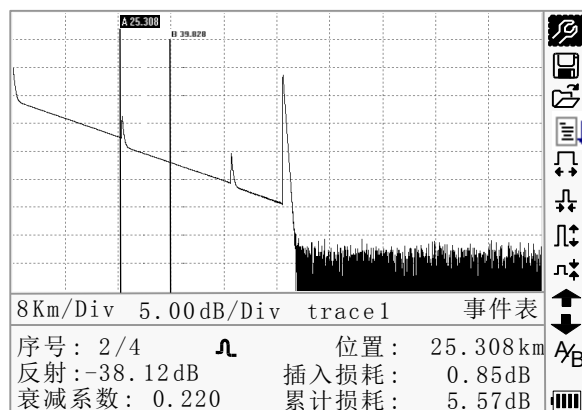
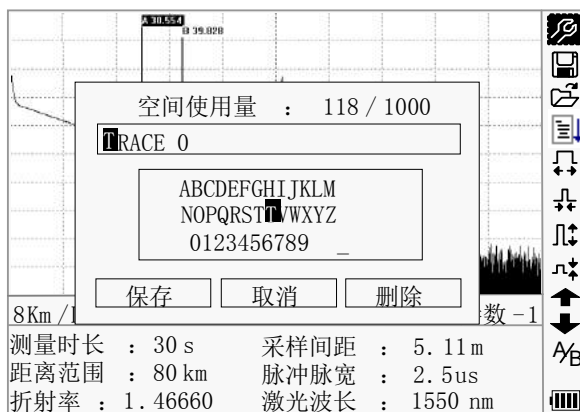
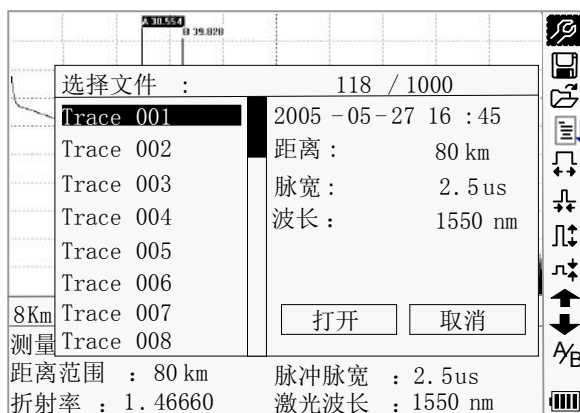

图 4-4. palmOTDR 测量轨迹
图 4-5. 保存轨迹
图 4-6. 查阅已存轨迹
测量进行过程中，测量的中间结果显示在屏幕上，迹线每隔一段时间刷新一次，为用户演示整个测量过程。但等测量时间结束后的轨迹为最终轨迹。如图 4-4. 所示。
在图 4-4.界面下，按[F4]键，信息窗的内容：按照测量参数信息→分析参数信息→事件列表信息→A/B 标尺信息→光纤链→测量参数信息循环显示。
在图 4-4.界面下，按[↩]键，信息窗的内容转换到事件信息。
在图 4-4.界面下，通过按键[▲]与[▼]将焦点移到 ^A/_B，按[Enter]键切换 A/B 标尺。
在图 4-4.界面下，按[↩]键，信息窗的内容转换到 A/B 标尺的信息。
- 在图 4-4.界面下，通过按键[▲]与[▼]将焦点移到 ，按[Enter]键对轨迹进行横向展宽；或通过按键面板上的组合热键[Shift/⌘]+对轨迹进行横向展宽
在图 4-4.界面下，通过按键[▲]与[▼]将焦点移到 ，按[Enter]键对轨迹进行横向缩小；或通过按键面板上的组合热键[Shift/⌘]+[◀]对轨迹进行横向缩小。
- 在图 4-4.界面下，通过按键[▲]或[▼]将焦点移到 ，按[Enter]键进行纵向放大；或通过按键面板上的组合热键[Shift/⌘]+[▲]对轨迹进行纵向放大
- 在图 4-4.界面下，通过按键[▲]与[▼]将焦点移到 ，按[Enter]键对轨迹进行纵向缩小；或通过按键面板上的组合热键[Shift/⌘]+[▼]对轨迹进行纵向缩小
在图 4-4.界面下，通过按键[▲]与[▼]将焦点移到 ，按[Enter]键进入，如图 4-5.所示。
在图 4-4.界面下，通过按键[▲]与[▼]将焦点移到 ，按[Enter]键进入，如图 4-6.所示。